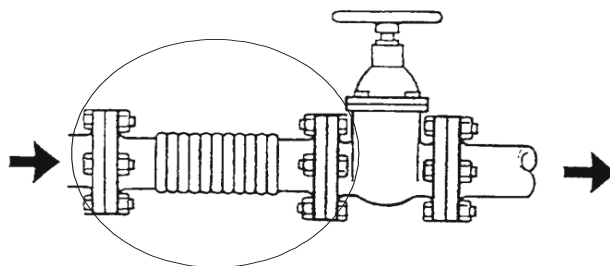

Рисунок 11 – Подключение к магистральному трубопроводу
2.4.4 Для того, чтобы исключить передачу вибрации в распределительную магистраль сжатого воздуха (пневмосеть), также для компенсации температурных расширений установку необходимо присоединить к ней через компенсатор с запорным краном (рис. 11). **Включение установки с закрытым краном категорически запрещается!**